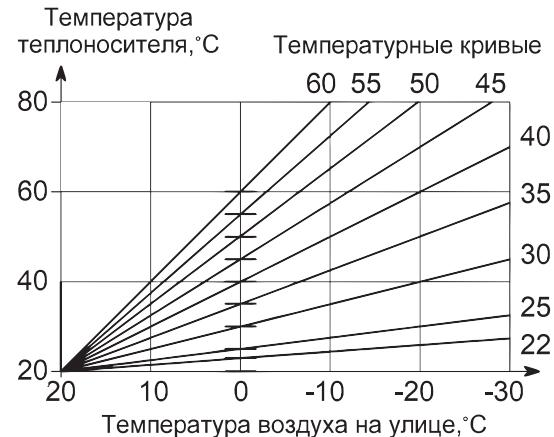
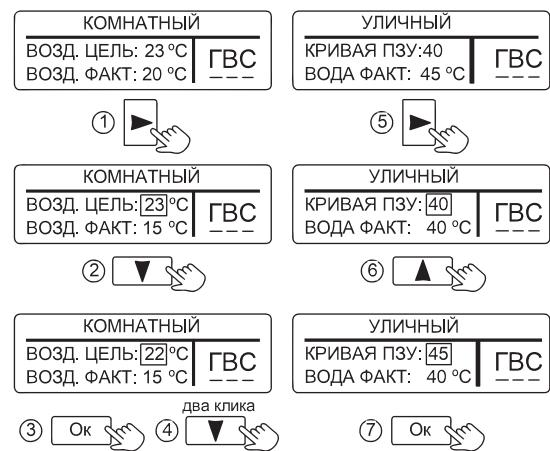
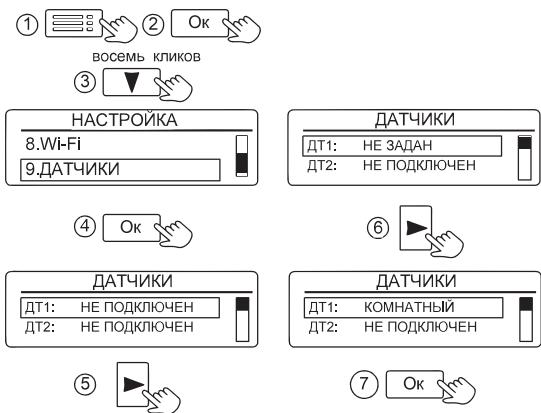

Рисунок 9. Зависимость температуры теплоносителя от температуры воздуха на улице
Рисунок 10. Настройка ограничения температуры и кривой ПЗУ
Рисунок 23. Настройка проводных датчиков
10.4 «УЛИЧНЫЙ» – режим поддержания температуры теплоносителя в зависимости от температуры воздуха на улице по одной из погодозависимых кривых (см. рис. 9). Датчик температуры воздуха устанавливается на улице.
Для изменения заводской настройки нужно в соответствии с рис. 9 выбрать ту кривую, при которой в помещении станет комфортно. Если в помещении холодно - следует выбрать кривую с большим номиналом, если жарко - с меньшим. Чем больше величина теплопотерь здания, тем выше номер кривой. Изменение значения кривой ПЗУ показано на рис. 10.
датчика температуры воздуха (см. рис. 23) и настроено ограничение температуры воздуха в помещении (см. рис. 10), то при достижении температуры воздуха в помещении установленного значения, нагрев теплоносителя будет прекращён. При понижении температуры воздуха, нагрев теплоносителя будет возобновлён.
- Выбор роли датчика “КОМНАТНЫЙ” или “УЛИЧНЫЙ” (см. рис.23).